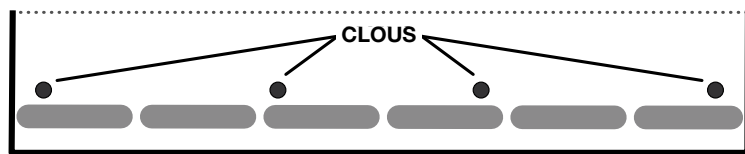

Figure 3 – Méthode de fixation des Smart Start™
Plan de clouage : Utiliser quatre (4) attaches pour chaque bardeau d'amorce. Installer avec des attaches placées de 38 à 76 mm (1 1/2 à 3 po) du débord de toit, avec un clou à 25 mm (1 po) de chaque extrémité du rang de départ et les deux (2) restants de manière équidistante sur la même ligne que les deux premiers. Ne pas placer d'attaches sur la bande d'étanchéité. (Voir la Figure 3)